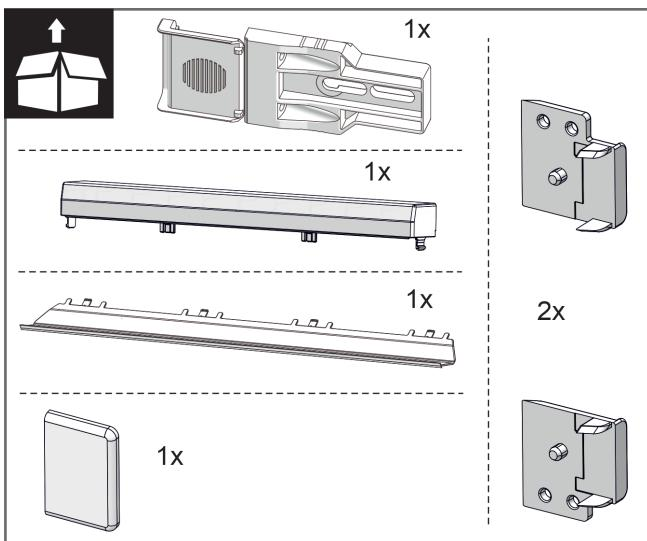
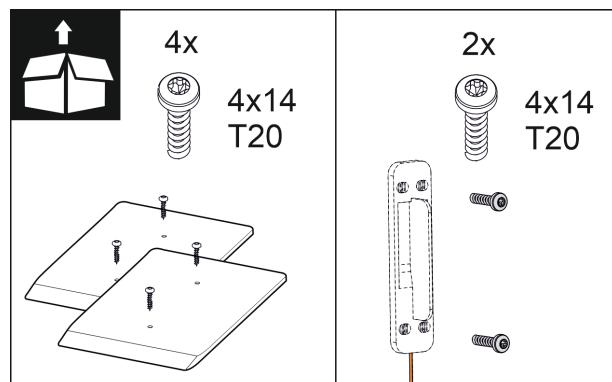

Fig. 10
Fig. 16
2. Проверка деталей для осуществления монтажа в комплекте принадлежностей. C Fig. 10 () по Fig. 16 ()
Детали для осуществления монтажа в комплекте принадлежностей Fig. 10 () по Fig. 16 ()